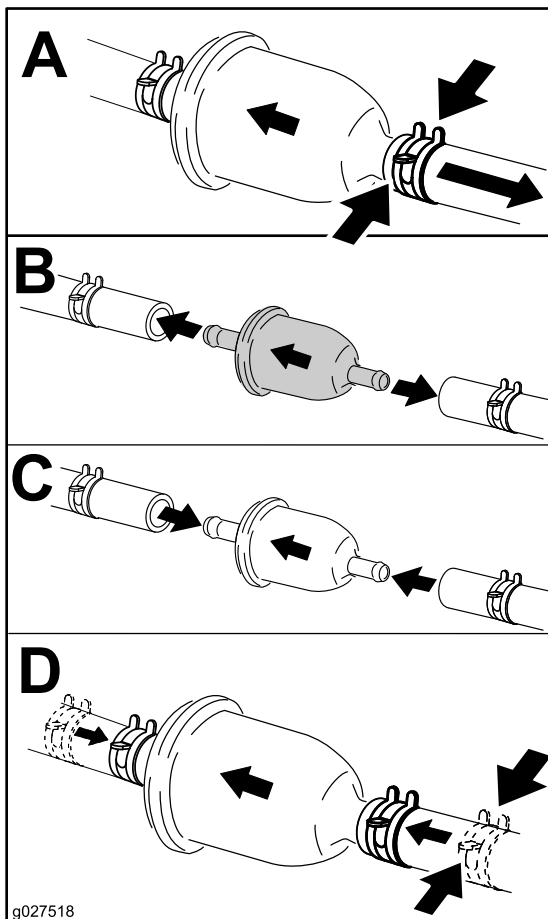

Figura 45
4. Cambie el filtro de combustible según se muestra en Figura 45.